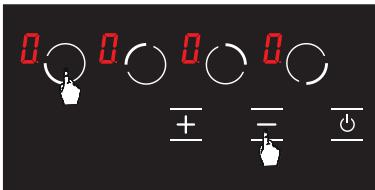

Abbildung 14
1. Berühren Sie die Auswahltaste () für die vordere linke Kochplatte und die Minustaste () gleichzeitig, dabei ertönt ein kurzer Signalton. (siehe Abb. 14) Danach werden die Finger vom Bedienfeld des Herds entfernt.